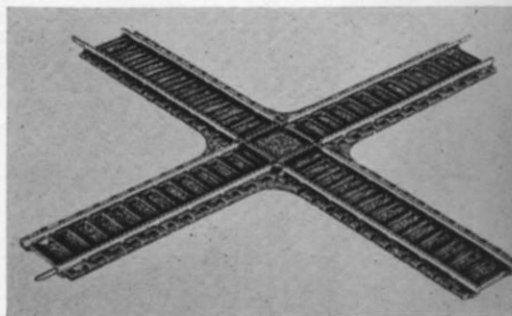

Abb. 4. Die Rivarossi-Neuheit innerhalb des (billigeren) Standard-Gleissortiments: die  $90^\circ$ -Kreuzung.
2. Eine der Rivarossi-Neuheiten war – wie im Messeheft Nr. 4/XV versehentlich irgendwie trotz besten Vorsatzes anscheinend doch nicht erwähnt – eine rechtwinklige Gleiskreuzung (Abb. 4), die vielleicht einige Anfragen zur Folge haben könnte.
Abb. 4. Dieselbe Lok im Industriezubringerdienst. Der Stromabnehmer ist eingezogen, die Antriebsenergie wird den Akkumulatoren entnommen, die sich in den Vorbauten befinden. Man beachte die Aufhängvorrichtung vorn für die Batteriekastendeckel, wenn diese beim Laden vom Führerhaus weggeschoben werden, sowie das Herstellerschild (der Abb. 1) seitlich vorn und hinten (die auf der gegenüberliegenden Seite nochmals zweimal angebracht sind).